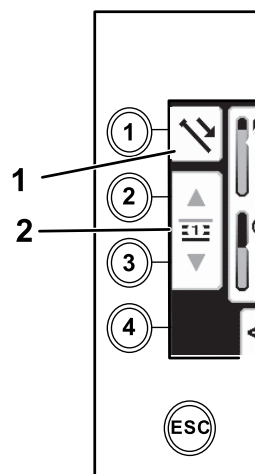

Figura 25
1. Pressione o botão 1 para pressionar a haste (Figura 25).
2. Pressione os botões 2 e 3 para selecionar a fileira na qual a haste deve ser retirada (Figura 25).